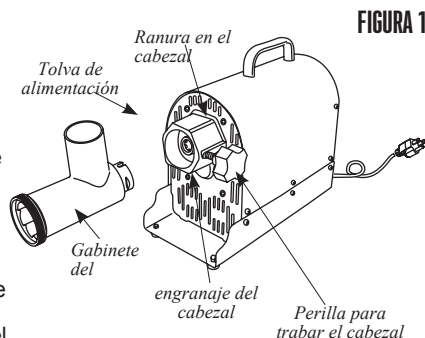

FIGURA 1
1. Inserte el cabezal en el gabinete de engranajes con la tolva de alimentación hacia arriba. Necesitará alinear la ranura en el cabezal con el pasador dentro del gabinete de engranajes. Asegúrese de que el cabezal esté totalmente asentado dentro del gabinete de engranajes (FIGURA 1).